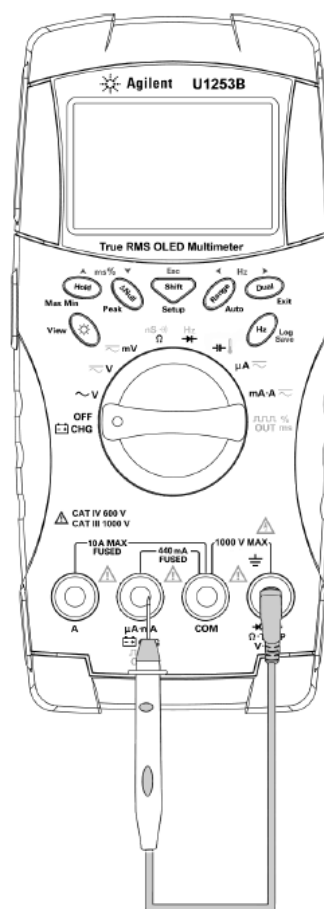

Figura 5-8 Procedimento de verificação do fusível
- 3 Para testar o Fusível 1, coloque a ponta de prova na metade direita do terminal de entrada . Verifique se a ponta de prova está fazendo contato com o metal no interior do terminal de entrada, conforme mostra a **Figura 5-8**.